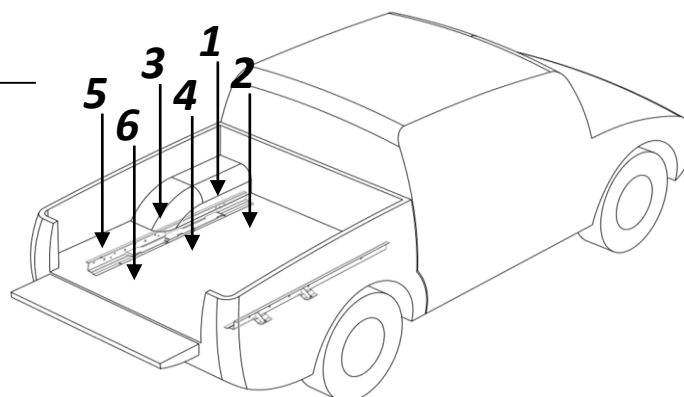

Рис.1
5. Задвинуть платформу по направляющим как показано на рисунке 2. При необходимости выровнять положение платформы относительно бортов. Несколько раз выдвинуть и задвинуть платформу, убедиться в свободном ходе платформы. Постепенно выдвигая платформу, поочередно затянуть болты **1 - 6** (рис.1).